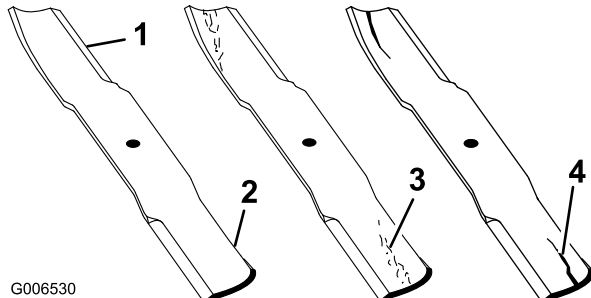

Figure 46
1. Examinez le tranchant des lames (Figure 46). Si les lames ne sont pas tranchantes ou si elles présentent des indentations, déposez-les et aiguisiez-les (voir Aiguisage des lames).
2. Inspectez les lames, surtout la partie relevée (Figure 46). Remplacez immédiatement toute lame usée, endommagée ou qui présente une entaille (repère 3. de la Figure 46).